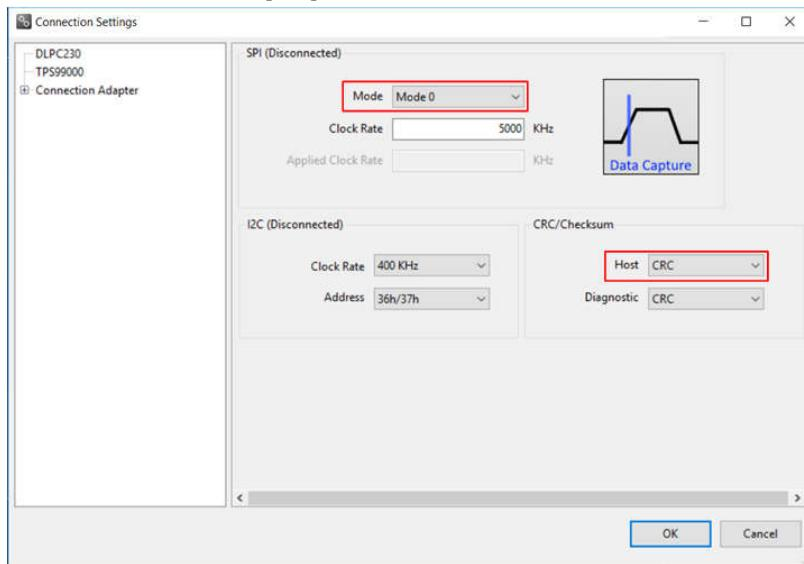

図 2-7. DLPC230-Q1 車載制御プログラムの通信設定
3. [Connection Settings] を選択して、図 2-7 に示す SPI 構成が、表 1-3 に記載されているコントローラ PCB スイッチ設定と一致していることを確認します。具体的には、SPI モードおよび CRC/ チェックサムは、スイッチの設定によって異なる場合があります。設定が完了したら、[OK] を押します。